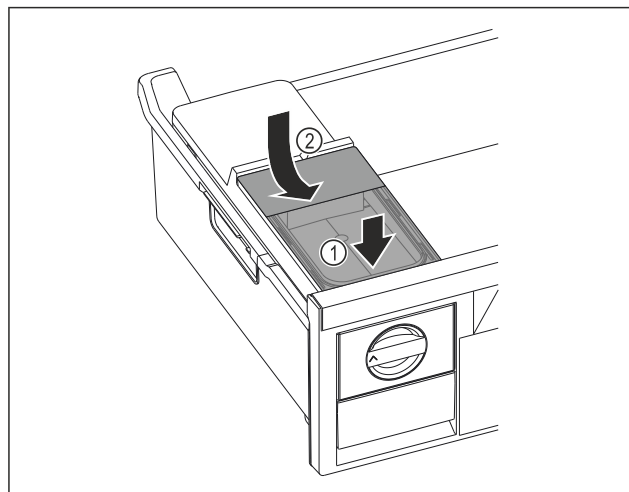

Fig. 124
- Postavite spremnik za vodu sprijeda Fig. 124 (1)
- Spustite spremnik za vodu straga Fig. 124 (2)